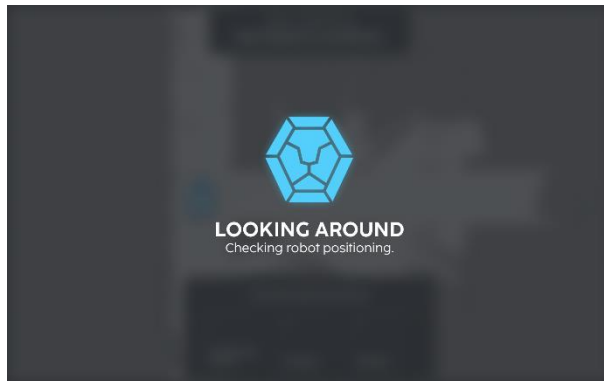

Fig. 4
3. Wacht op het scherm "LOOKING AROUND" (Fig 4).